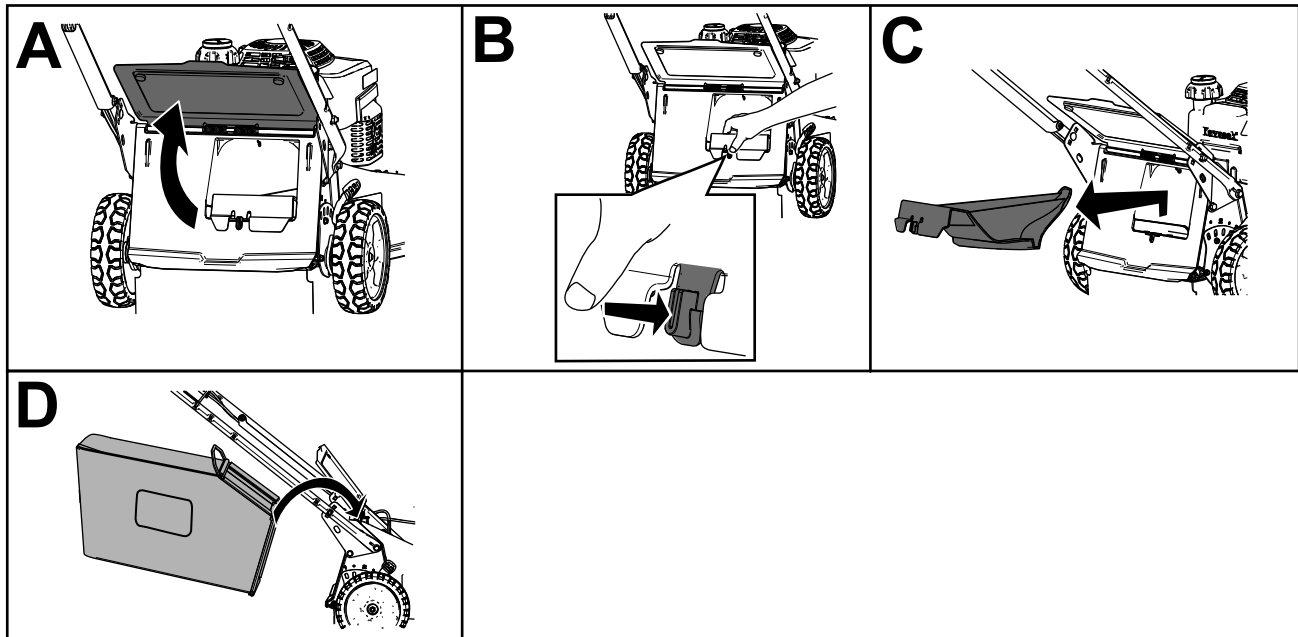

Figure 21
2. Soulevez le déflecteur arrière et maintenez-le dans cette position (A de Figure 21).
3. Retirez l'obturateur d'éjection arrière en appuyant sur le verrou avec le pouce et en tirant l'obturateur hors de la machine (B et C de Figure 21).
4. Placez les extrémités de la tige du bac dans les crans à la base du guidon et basculez le bac d'avant en arrière pour vous assurer que les extrémités de la tige sont bien engagées au fond des deux crans (D de Figure 21).